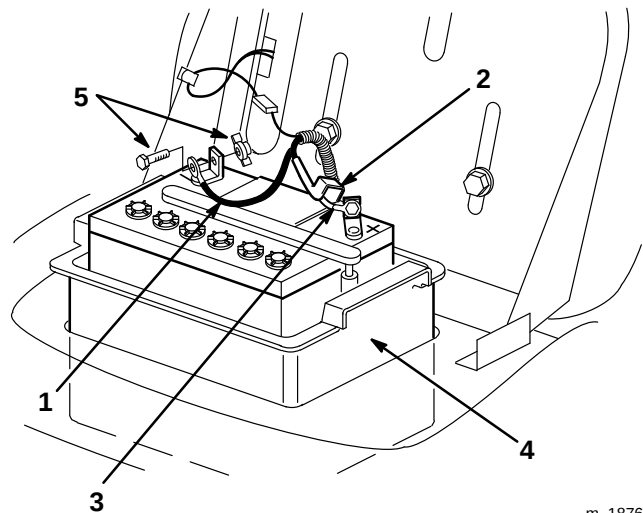

Abbildung 20
3. Das negative (schwarze) Massekabel von der Batterieklemme lösen (Abb. 20).
4. Die Gummiabdeckung am positiven (roten) Kabel nach oben schieben. Das positive (rote) Kabel von der Batterieklemme lösen (Abb. 20).
3. Das positive (rote) Kabel mit Schraube und Flügelmutter an der positiven (+) Batterieklemme anschließen (Abb. 20). Die Gummiabdeckung über die Batterieklemme schieben.
4. Das negative (schwarze) Kabel mit Schraube und Flügelmutter an der negativen (-) Batterieklemme anschließen (Abb. 20).